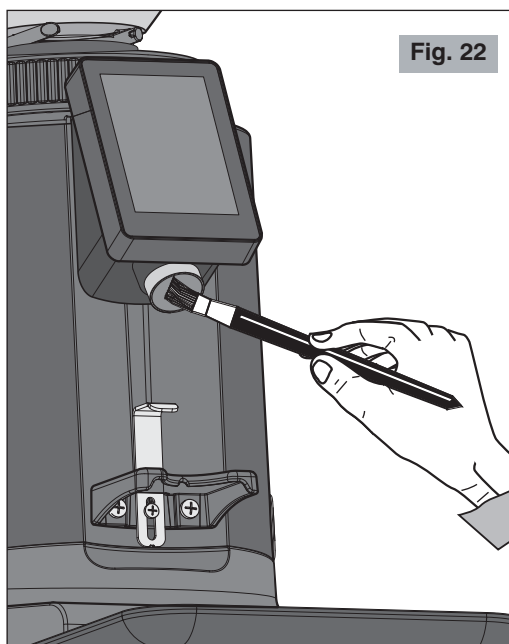

Fig. 22
- Utiliser une brosse ou un pinceau (Fig. 22) pour nettoyer les zones moins accessibles à son intérieur et un chiffon sec pour les autres surfaces.